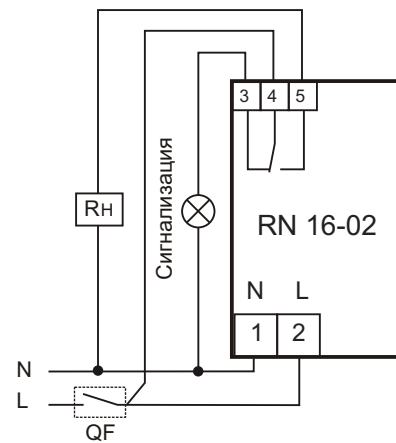

Рис. 2: схема подключения нагрузки мощностью до 2,2 кВт к устройству
7.2. Для использования изделия на нагрузку до 10А подключите нагрузку к изделию согласно рис.2.